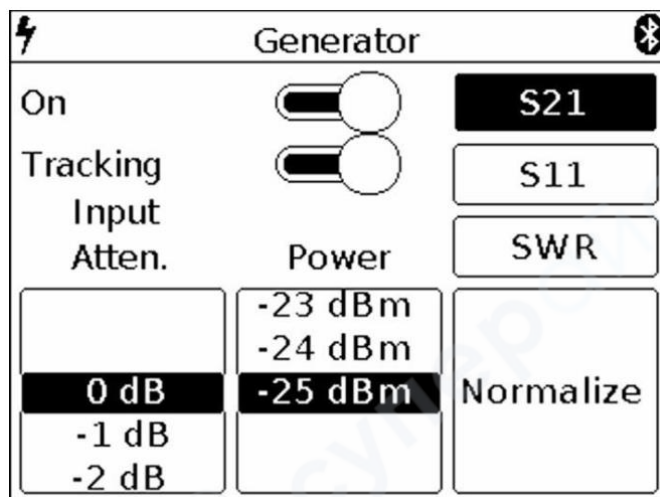

Рисунок 14 – Включение режима определения амплитудно-частотной характеристики
6. Установите желаемый уровень ослабления attenuатора [Input Atten] от 0 до -30 дБ. Установка параметра производится "прокруткой" значений до фиксированной области выбора (Рисунок 14).